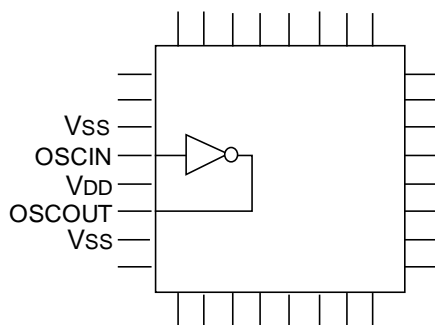

図 7-4 クリティカル信号配置例 2
- (b) 発振回路の入出力端子 (OSCIN、OSCOU) はお互い近くに配置し、電源端子 (V_{DD} 、 V_{SS}) で挟んでください。また、発振回路と同期する出力端子を近くに配置しないでください。(図 7-4)